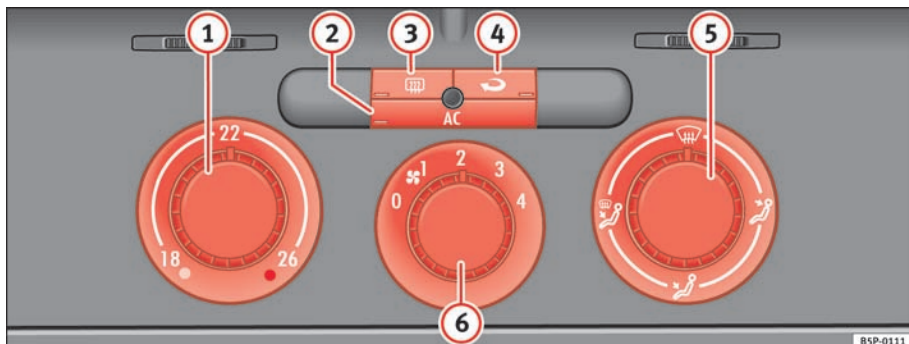

Fig. 123 På instrumentpanelet: betjeningslementer til Climatic
- Drej kontakten til temperaturregulering ⇒ fig. 123 ① med uret for at vælge den ønskede temperatur.